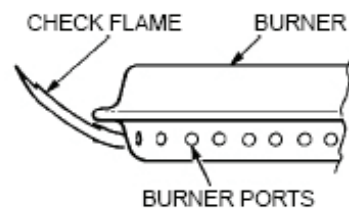

Fig. 7
9. Tous les orifices du brûleur devraient présenter une flamme de 1" (2.5cm) de hauteur au réglage maximum "HI". (Fig. 7)